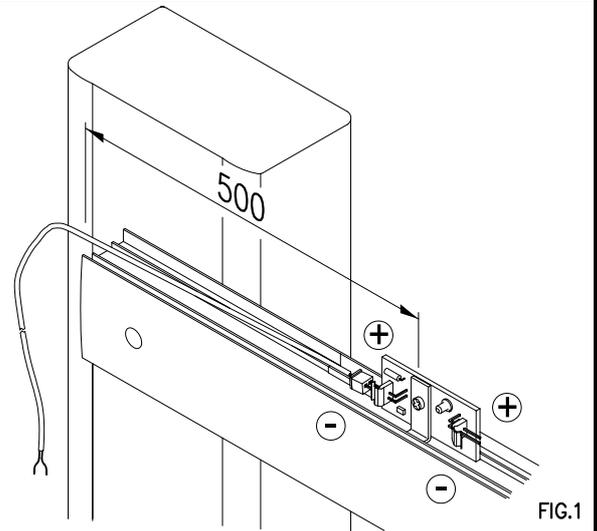

FIG.1
- (I) Fissare per primo il circuito, già predisposto con il cablaggio a 500mm dalla testa della sbarra (fig.1).
- (GB) First install the circuit, already cabled, 500mm from the head of the bar (Fig.1).
- (F) Fixer en premier le circuit déjà précâblé à 500mm de l'extrémité de la lisse (fig.1).
- (D) Als erstes den bereits vorbereiteten Kreislauf mit der Verdrahtung 500mm ab Schrankenende befestigen (Abb.1).
- (E) Primero fije el circuito, ya listo con el cableado, a 500mm de la cabeza de la barrera (fig.1).